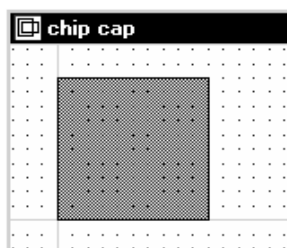

Рис. 5.15
10. Введите значения **10** и **-10** в поля **dx** и **dy** соответственно и нажмите **ОК**. Полученный рисунок показан на рис. 5.15.